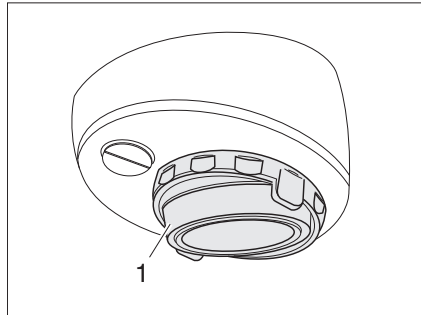

Fig. 176 Lampe halogène rapportée (orientable)
- Soulever prudemment le couvercle (Fig. 176,1) avec un outil approprié (p. ex. tournevis) et le retirer.